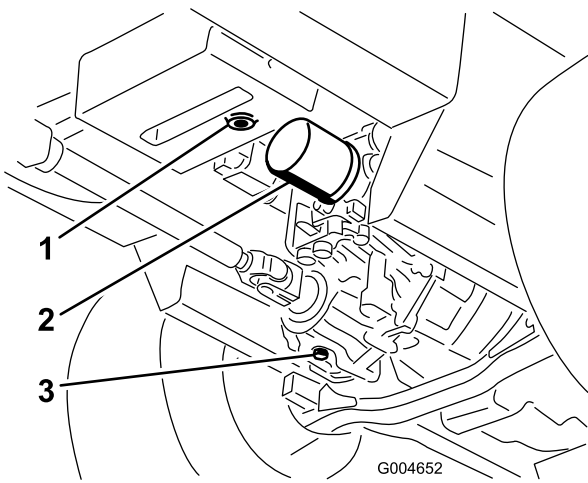

図 64
3. 油圧オイルタンクとトランスミッションケースの下にオイルを受ける大型の容器を置き、それぞれのドレンプラグを外してタンク内のオイルを完全に排出、回収する (図 64)。
4. 油圧オイルフィルタの取り付け部周辺をきれいに拭いてフィルタを取り外す(図 64)